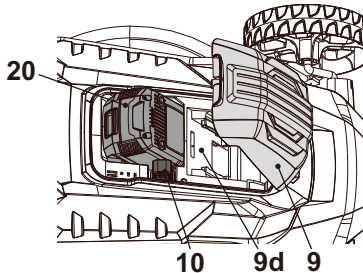
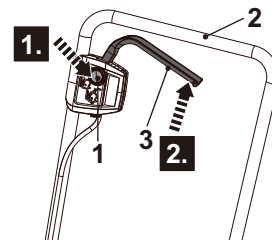

Fig. 18
Fig. 19
1. Installez la batterie (20) dans le compartiment de la batterie (9d).
2. Insérez la clé de sécurité (10) entièrement dans son logement. (Fig. 18).
3. Fermez le couvercle du compartiment de la batterie (9) et positionnez-vous derrière le guidon (2).
4. Tout en maintenant le bouton de l'interrupteur de sécurité (1) enfoncé (Fig. 19, étape 1), tirez le levier de démarrage (3) vers le guidon (2) (Fig. 19, étape 2).
5. Une fois que la tondeuse a démarré, relâchez le bouton de l'interrupteur de sécurité (1).
7. Relâchez le levier de démarrage (3) pour arrêter la tondeuse.